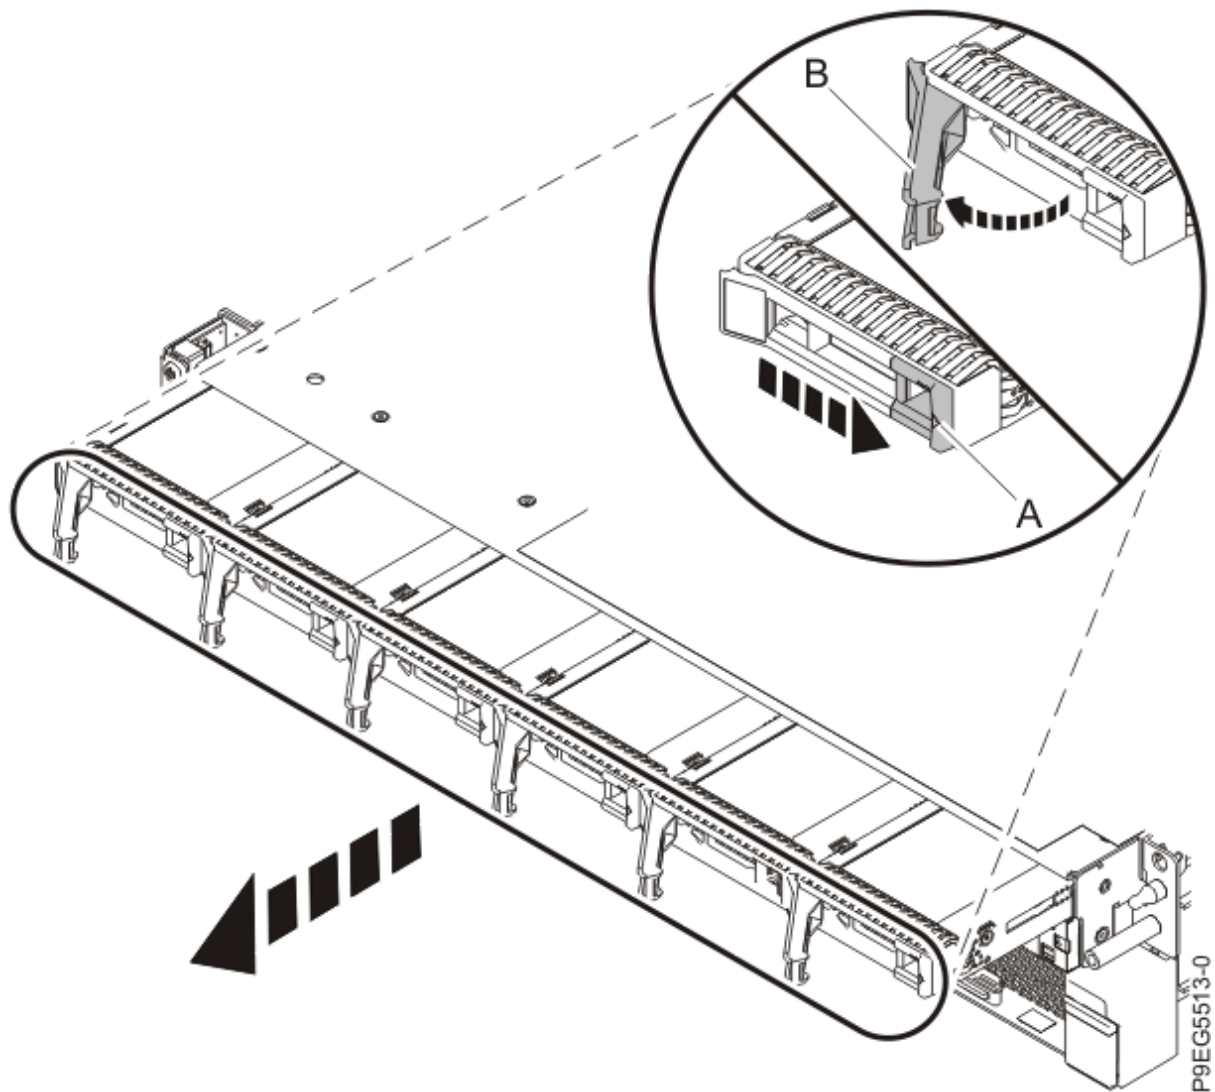

Abbildung 10. Vordere Laufwerke teilweise ausbauen
5. Ziehen Sie die vorderen Laufwerke aus ihren Steckplätzen, aber bauen Sie sie nicht aus. Ziehen Sie die Laufwerke weit genug heraus, sodass sie den Ausbau der Plattenlaufwerksrückwandplatine nicht beeinträchtigen (siehe Abbildung 10 auf Seite 12).